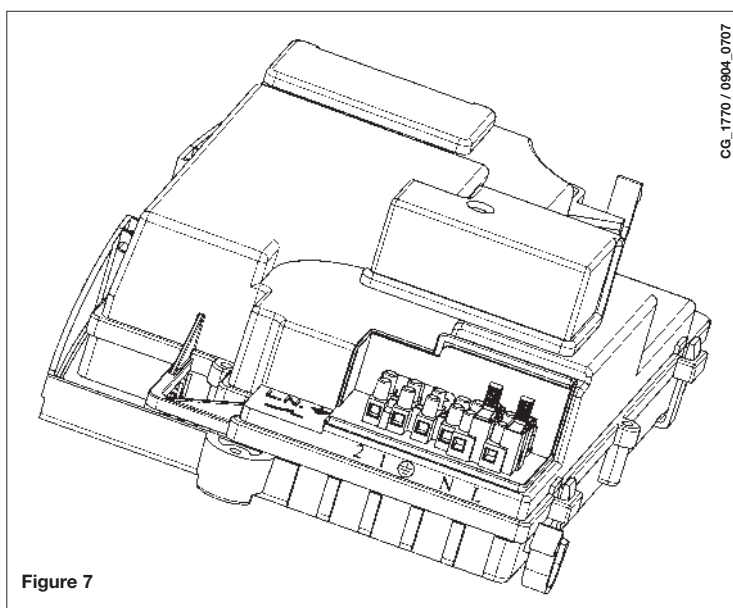

Figure 7
- ôter le couvercle et accéder à la zone des branchements électriques (Figure 7).
- accéder au bornier d'alimentation (figure 7);
- connecter le thermostat d'ambiance aux bornes (1) - (2) et retirer le shunt.